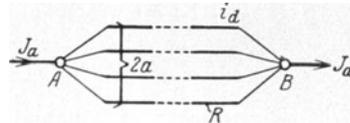

Abb. 103. Ankerzweige.
* Ist in Abb. 103 $2a$ die Anzahl der Ankerzweige, in welche der Anker durch die Wicklung zerfällt, und fließt in einem Zweige der Strom i_d , so ist der Gesamtstrom $J_a = i_d \cdot 2a$ Ampere.